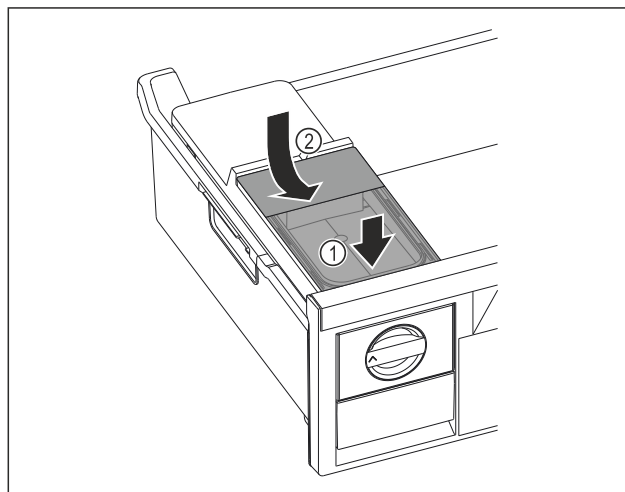

Fig. 63
- ▶ 放置水箱前部。Fig. 63 (1)
- ▶ 放下水箱后部。Fig. 63 (2)